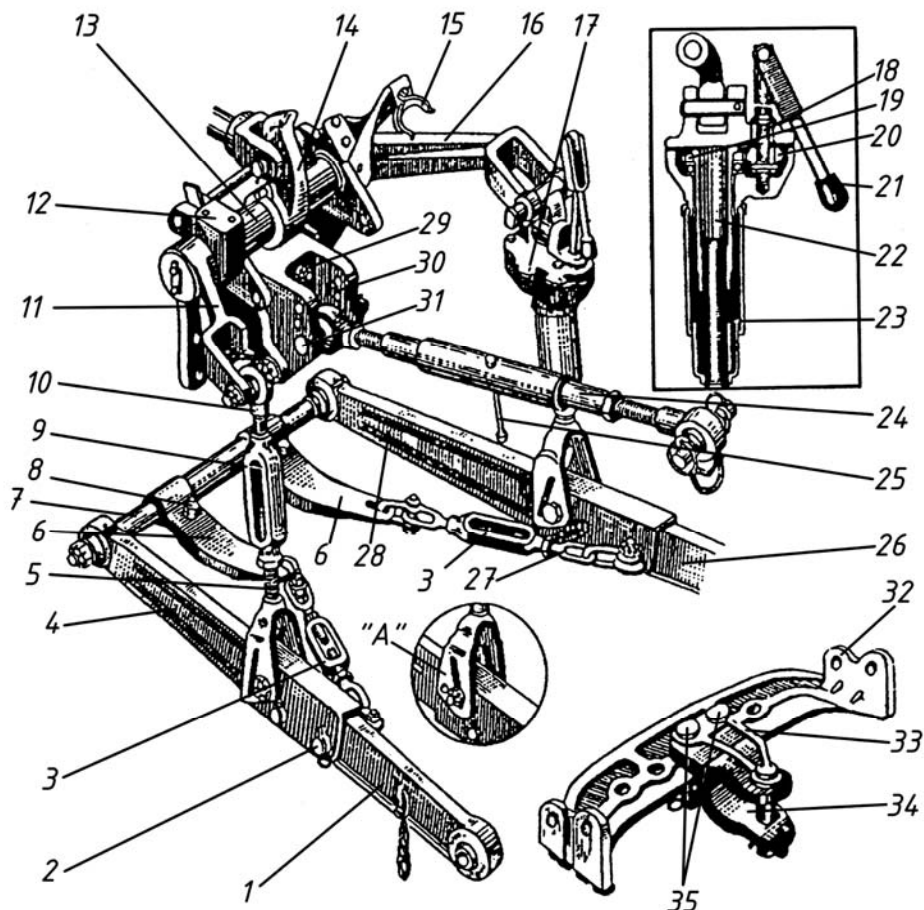

Рис. 8 Навесное устройство трактора МТЗ
– подайте трактор к плугу задним ходом так, чтобы шарниры продольных тяг 1, 26 (см. рис. 8) механизма навески были расположены против соответствующих присоединительных пальцев навески плуга;